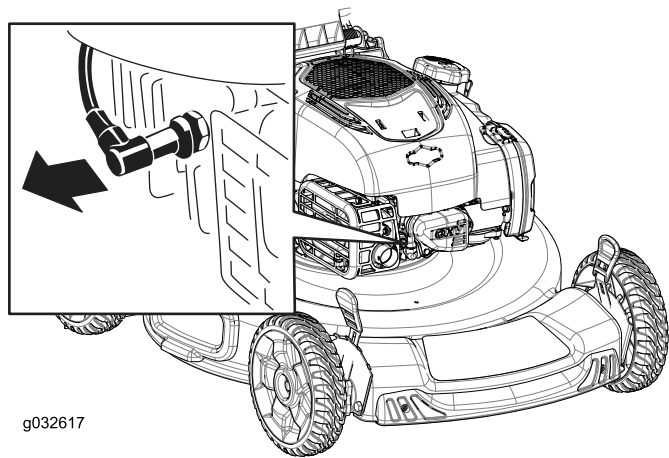

Figura 20
2. Deconectați cablul de la bujie (Figura 20).